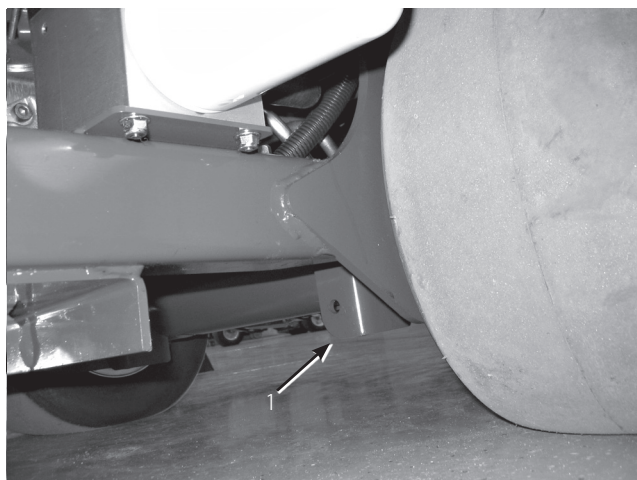

図 41
2. 後ホイールのすぐ内側にあるフレーム・プレートの下 (図41) にジャッキを置く。